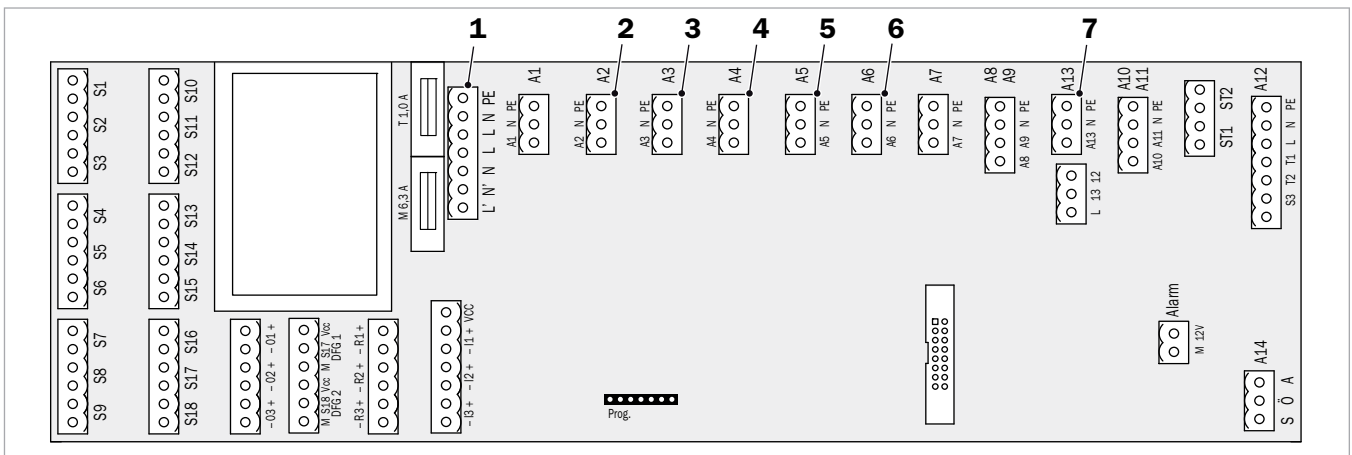

Abb. 2: Netzbaugruppe
2. Stecker von (1) der Netzbaugruppe (→ Abb. 2) abziehen und an (1) des Notfall-Kabelbaums stecken.